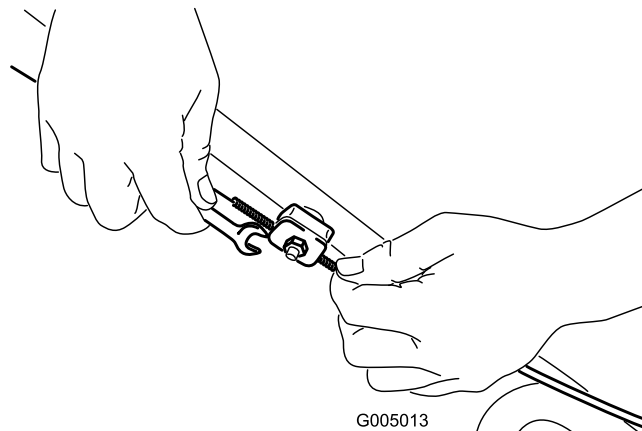

Figura 29
1. Afloje la tuerca del soporte del cable (Figura 29).